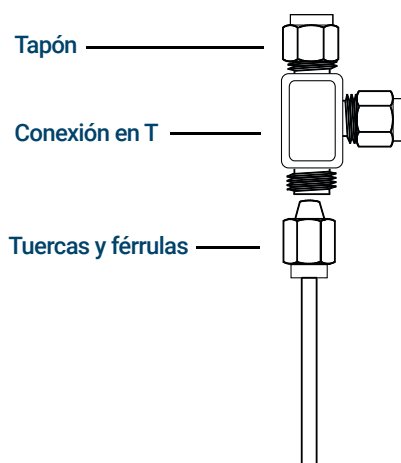

Figura 29. Unión en T Swagelok
- 1 Corte la tubería por el lugar donde desea colocar la unión en T Conecte la tubería y la unión en T con una conexión Swagelok. Vea la Figura 29.